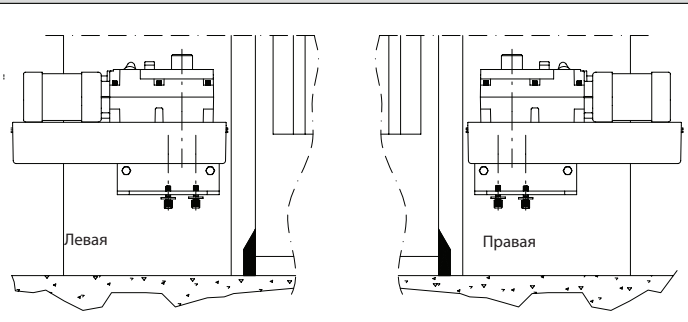

Рис. 6
- Соберите кривой рычаг как показано на **рис.6**.